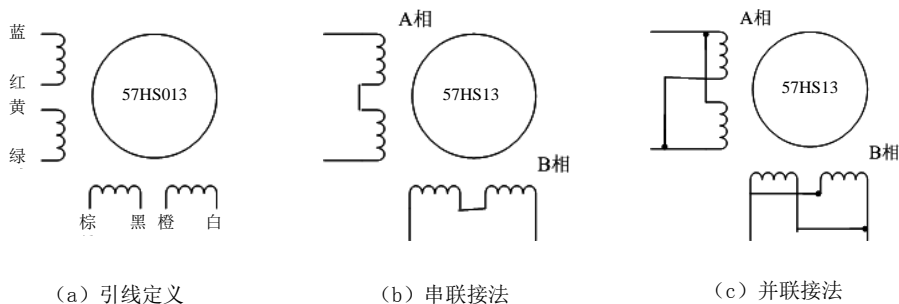

图7 57电机串并联接法
- 2) 相是相对的，但不同相的绕组不能接在驱动器同一相的端子上（A+、A-为一相，B+、B-为另一相），雷赛57HS13电机引线定义、串、并联接法如图7所示。